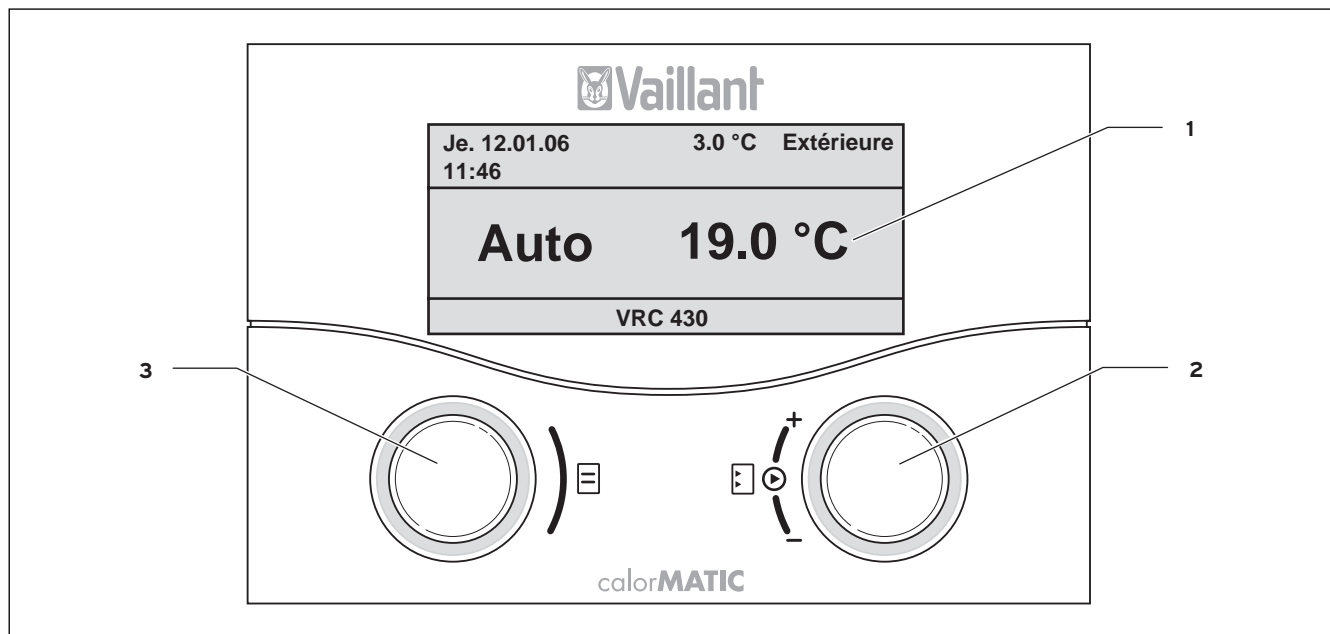

Fig. 4.1 Aperçu zone d'utilisation et zone d'affichage
La fig. 4.1 indique sur l'écran l'affichage de base simplifié. L'affichage de base simplifié fournit les informations suivantes :
- de l'affichage de base simplifié (fig. 4.1)
Les deux sélecteurs (fig. 4.1 rep. 2 et 3) fonctionnent selon le principe Vaillant "Tourner et cliquer". En les tournant (avant et arrière), les sélecteurs passent d'une position à une autre. Le fait de tourner les sélecteurs vous permet également de changer de position en avant ou en arrière dans l'écran. En cliquant (en maintenant enfoncé), vous pouvez marquer ou enregistrer un paramètre modifiable.